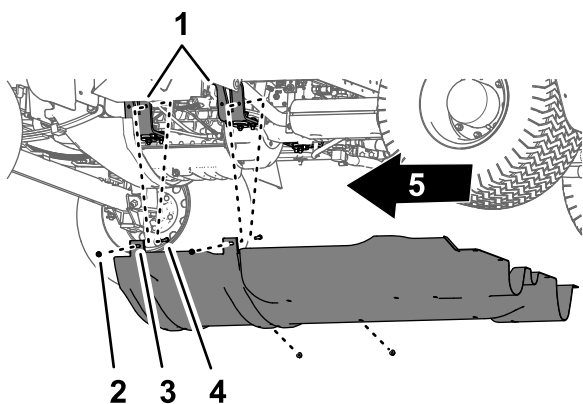

Figura 63
2. Îndepărtai cele 4 contrapiulie cu guler (5/16") de la nivelul uruburilor i urubul de fixare care fixează elementele de montare ale carcasei asiului la consolele suportului motorului ale mainii (Figura 63).
4. Îndepărtați carcasa asiului de la nivelul mainii (Figura 62 i Figura 63).
1. Aliniați carcasa asiului cu asiul inferior al mainii; consultați Figura 63 din Îndepărtarea carcasei asiului (Pagină 54).
2. Deplasai elementele de montare al carcasei asiului peste uruburile i urubul de fixare de la consolele suportului motorului ale mainii; consultați Figura 63 din Îndepărtarea carcasei asiului (Pagină 54).
3. Montați carcasa asiului la nivelul consolelor suportului motorului i uruburile (Figura 63) cu cele 4 contrapiulie cu guler (5/16") pe care le-ai îndepărtat în pasul 2 din Îndepărtarea carcasei asiului (Pagină 54).